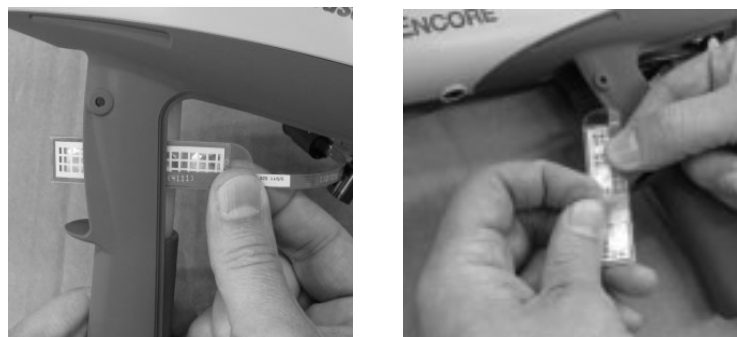

Figura 6-9 Instalación del interruptor de activador– Pasos 1 y 2
- Ver la Figura 6-9. Orientar el interruptor nuevo con la rejilla hacia fuera del tubo de entrada, posteriormente alimentar con cuidado el extremo inferior cuadrado del interruptor (23) alrededor de la parte izquierda del tubo de entrada (25) y a través de la ranura en el hueco del activador.